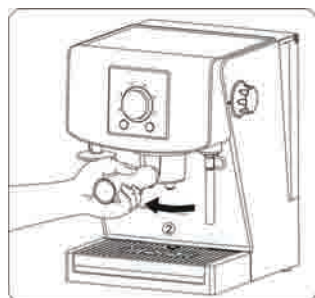
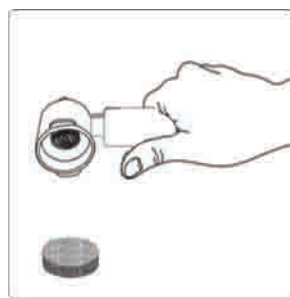
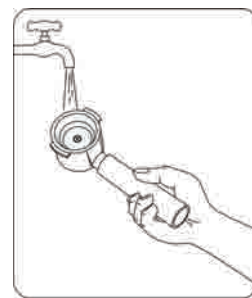

Рис. 5
Рис. 6
Рис. 7
- 8.16. Сними ручку фильтра, поворачивая его в левую сторону (Рис. 5) а потом выкинь использованный пакетик или кофейную гущу (Рис. 6). Очисти фильтр используя воду (Рис. 7).
- 9.16. Сними ручку фильтра, поворачивая его в левую сторону (Рис. 5) а потом выкинь использованный пакетик или кофейную гущу (Рис. 6). Очисти фильтр используя воду (Рис. 7).